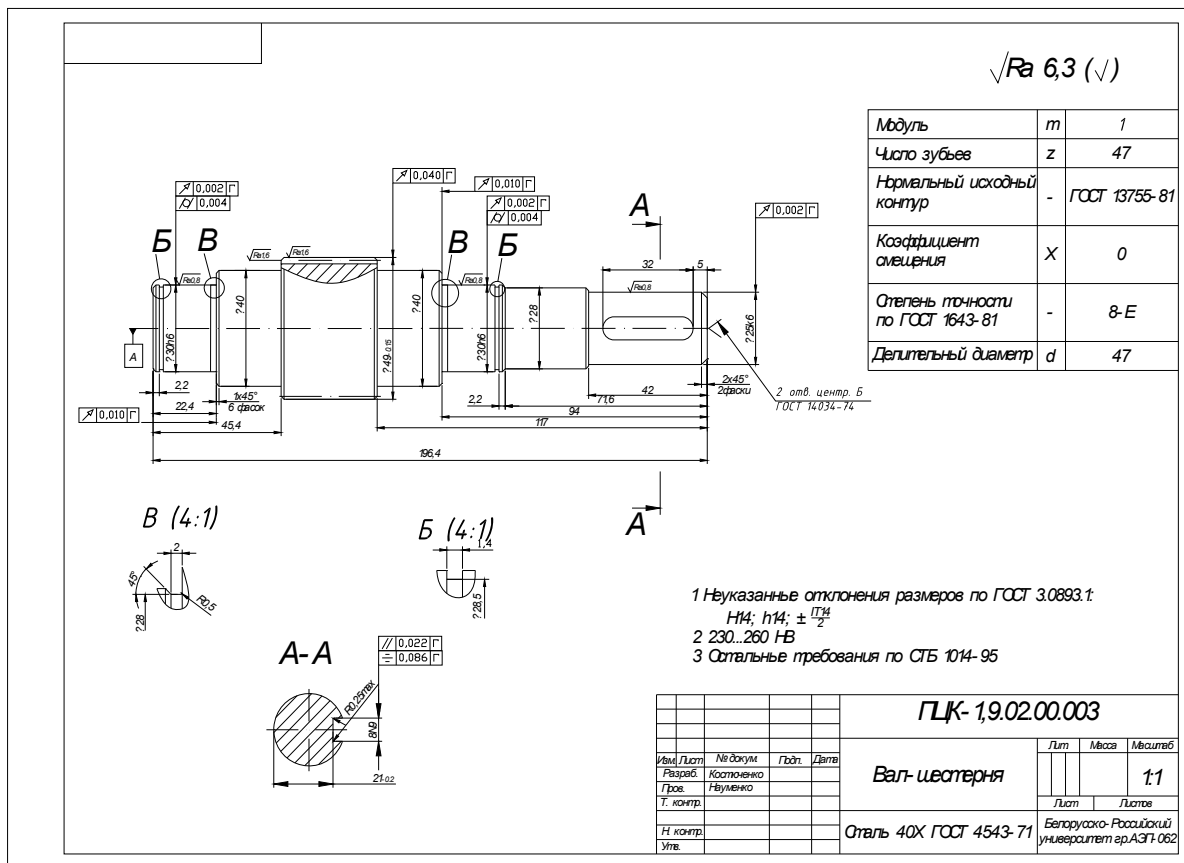

Рисунок 4.14 – Чертеж вала-шестерни
- 2 Чертеж обрабатываемой детали (рисунок 4.14).